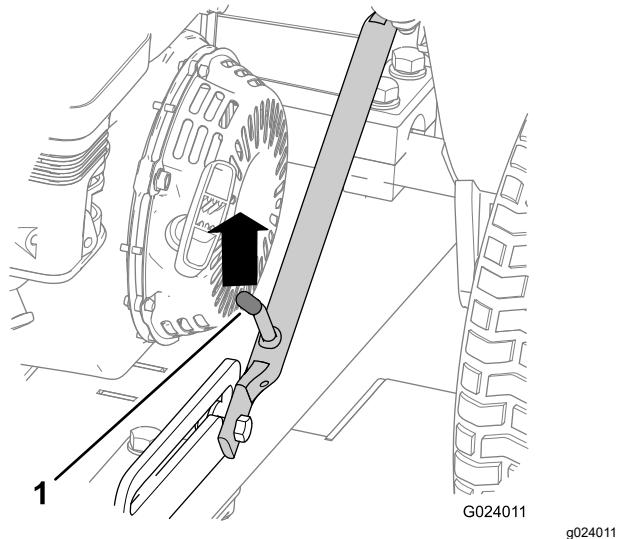

Figura 7
- Sollevate il gruppo dell'attacco in modo che la leva del dispositivo di fermo sia sbloccata dal fermo di scorrimento (Figura 7).